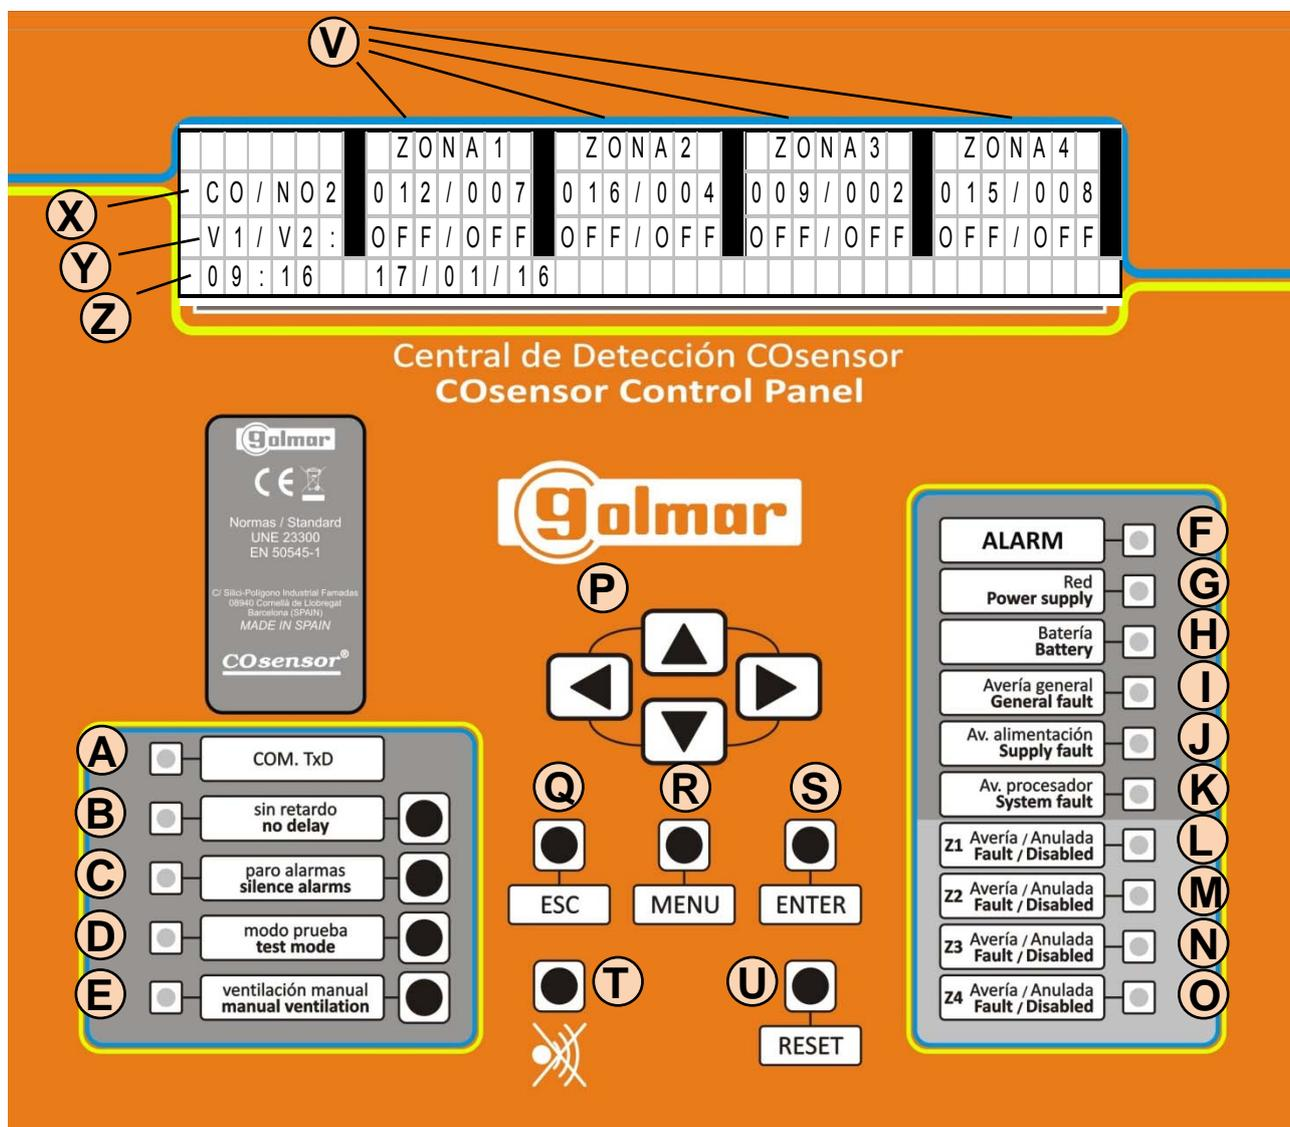

Figura 10: Panel de control de la central
9. La central debe quedar en estado de trabajo con el led de red encendido (letra G en la figura 10).
Una vez comprobadas estas salidas y led del panel de control, presionando nuevamente el botón "modo manual", la central recupera el modo automático de funcionamiento apagándose el led de modo manual (letra E de la figura 10). Si es necesario, en el menú 1 de la central (ver capítulo 10), punto 5, se pueden activar y desactivar las salidas de ventilación de cada zona de forma individual.
Poner las zonas en modo prueba presionando la tecla "modo prueba" (letra D de la figura 10) en la central. En este modo de funcionamiento, se modifica el comportamiento del led del sensor y se desactivan todos los relés de todas las zonas.
Presionando la tecla **MENU** del panel de control (tecla R de la figura 10), se accede al siguiente menú de la central.